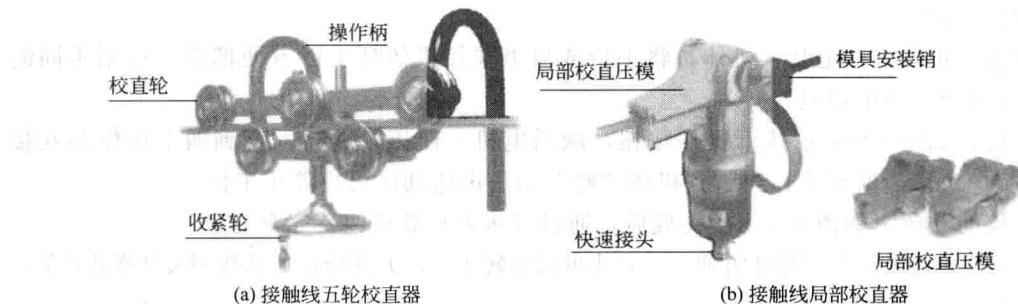

图 1-8 接触线校直器
接触线校直器如图 1-8 所示。
③ 压模的释放，如图 1-8 压接完成后，通过按压力释放按钮，完全复位。
④ 工具头的旋转。为了操作方便，工具头可以旋转 180°，方便操作人员找到最佳操作位置。